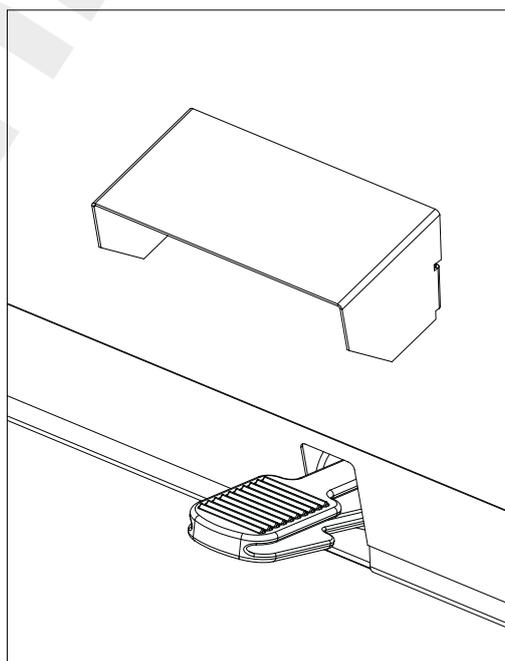

Рис. 10-15
- Нажмите на педаль быстрой накачки (см. Рис. 10-15), расположенную с правой стороны коробки, до упора и быстро отпустите педаль, чтобы вернуться на первую передачу после того, как шина будет накачена.